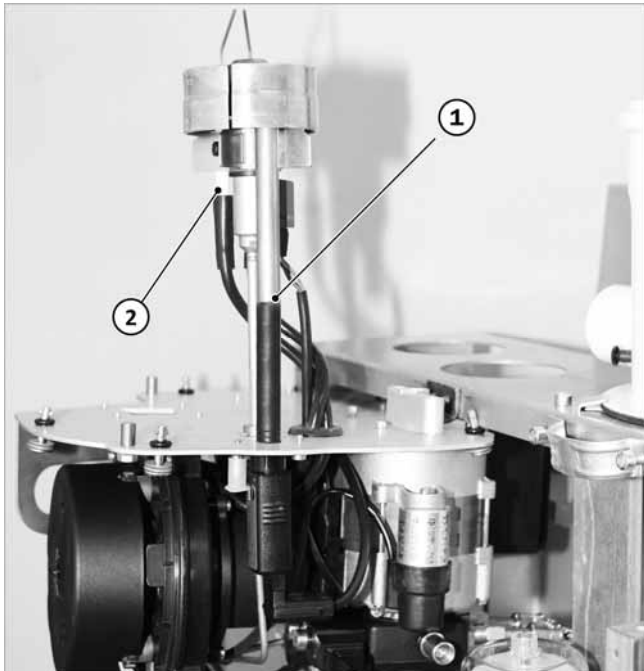

Abb. 6: Brenner an Konsole einhängen
4. Zusammenbau des Düsenstockes in umgekehrter Reihenfolge. (Darauf achten, dass die Sichthülsen des Flackerdetektors fluchten, → Abb. 6 (1)).